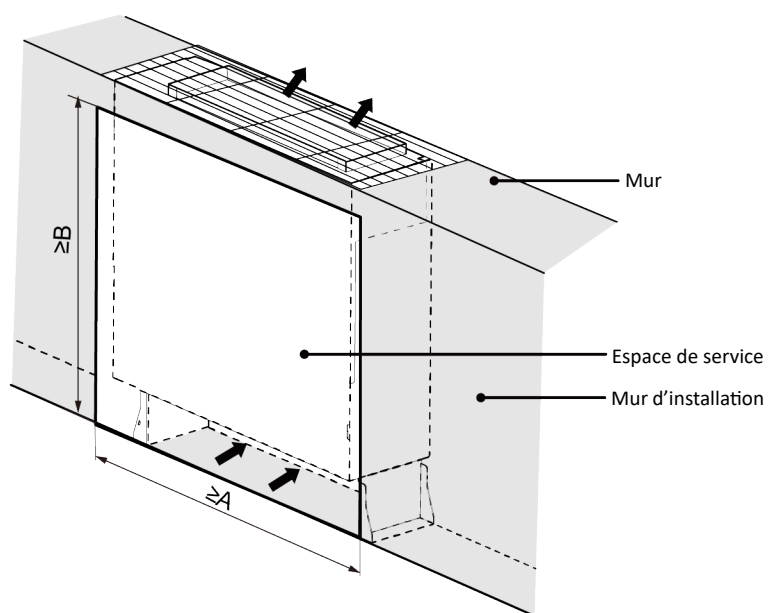

Fig.3.2.1
- ❶ L'appareil ne doit pas être installé dans la buanderie.
- ❷ L'emplacement doit pouvoir supporter le poids de l'unité.
- ❸ L'unité ne doit pas être installée sur un sol incliné.
- ❹ Le tuyau d'évacuation doit pouvoir évacuer l'eau facilement.
- ❺ Aucun obstacle ne doit se trouver devant l'entrée ou la sortie d'air. Veuillez assurer une bonne circulation de l'air.
- ❻ Lorsque l'unité intérieure est encastrée, veuillez à l'installer selon la dimension indiquée à la Fig.3.2.1 afin de laisser suffisamment d'espace pour l'entretien.